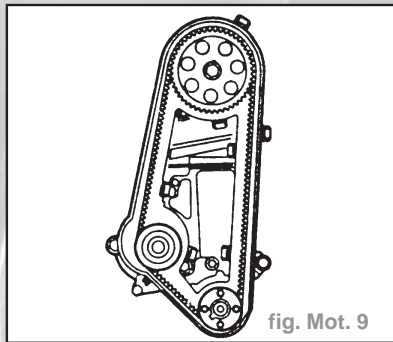

fig. Mot. 9
- Méthode pour la version sans galet tendeur (fig. Mot. 9). Si le moteur est équipé d'un galet tendeur, voir "moteur X20SE".